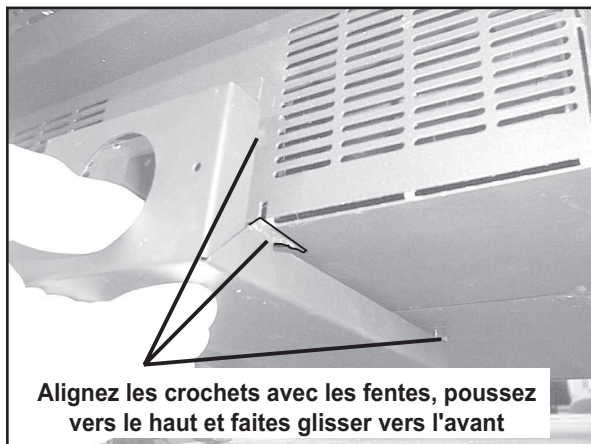

Figure 9.2
- Alignez les crochets du canal d'arrivée d'air avec les rainures du support de la soufflerie de convection et du bac à cendres. **Figure 9.2.** Poussez vers le haut et faites glisser vers l'avant.